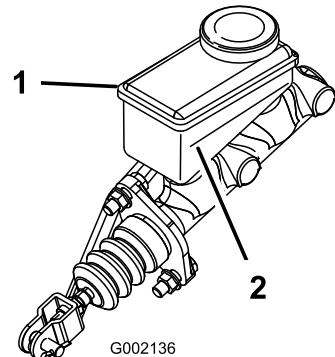

**Figura 50**
- Sollevate il cofano per avere accesso al cilindro del freno principale e al serbatoio (**Figura 50**).
- Pulite l'area intorno al tappo del serbatoio e togliete il tappo (**Figura 50**).
- Montate il tappo sul serbatoio (**Figura 50**).